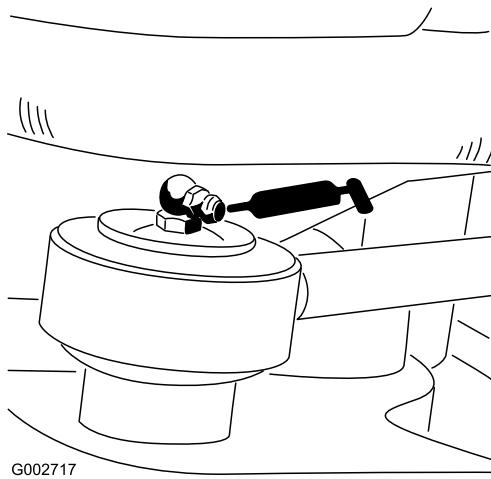

Figure 23
- Roulement côté tige de vérin de direction – Modèle 08705 seulement (Figure 23).